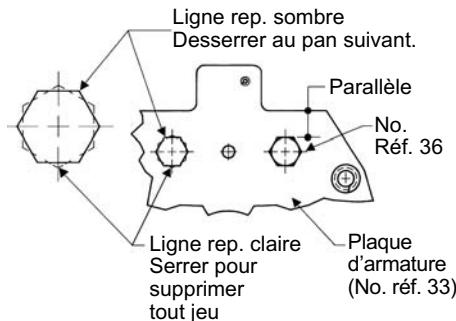

Figure 10
**REMARQUE :** Il convient de ne serrer les vis (No. réf. 36) que pour supprimer tout jeu. Tournez ensuite la vis dans le sens antihoraire de façon à ce que le pan suivant soit parallèle au bord de la plaque d'armature (No. réf. 33) (Voir Figure 10).